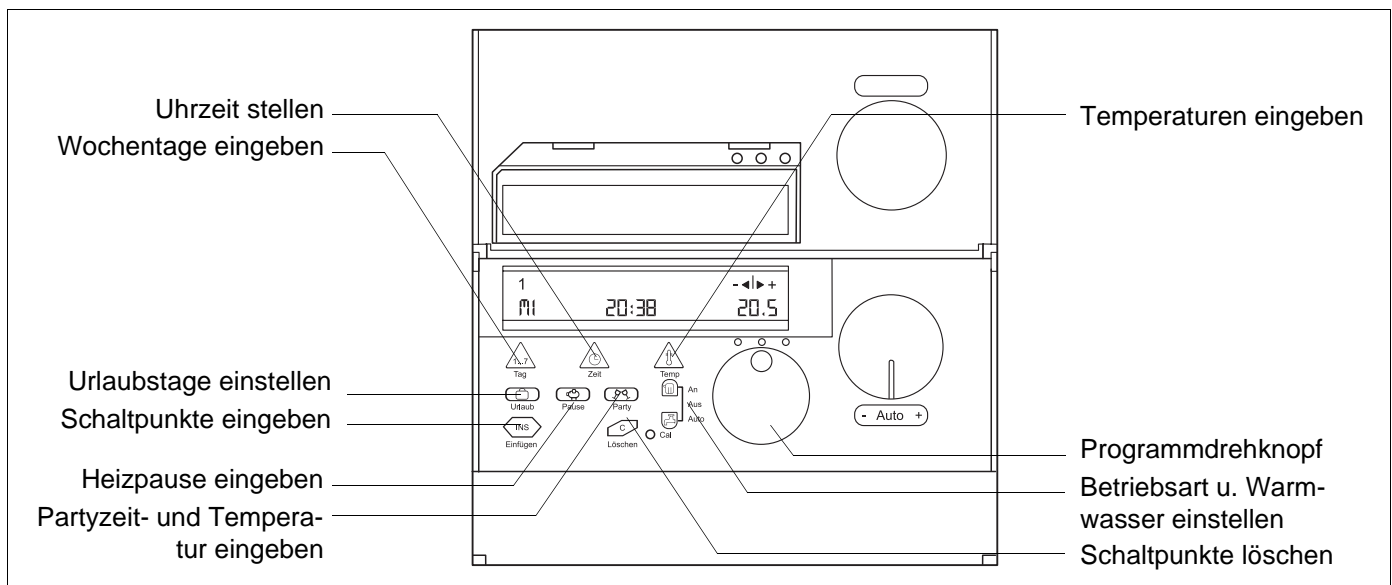

Abb. 2 Zweite Bedienebene
► Öffnen Sie die obere Abdeckklappe (Abb. 2).